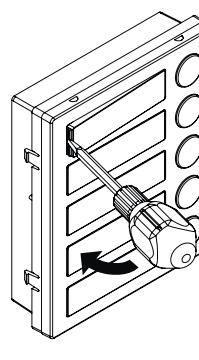

fig. 18
- Fare leva con il cacciavite come mostrato in Fig. 18 per rimuovere il porta-cartellino (fare attenzione a non ammaccare la placca);